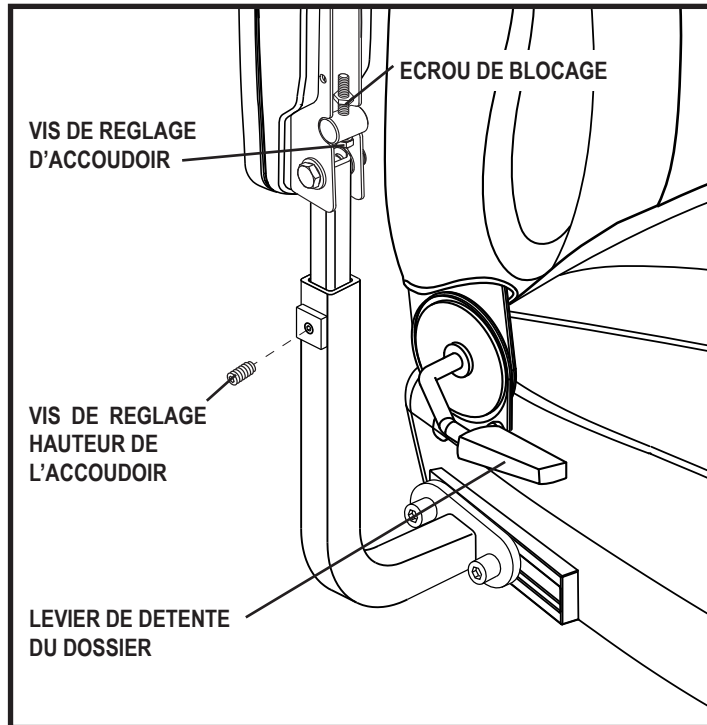

Figure 11. Réglages des appuis-bras et du dossier
Si votre fauteuil motorisé est équipé d'un siège à dossier inclinable, vous pouvez ajuster l'angle du dossier en utilisant le levier de détente du dossier. Voir la figure 11.
Voir la figure 11.
1. Desserrez la vis de réglage sur le support d'accoudoir. **Voir la figure 11.**